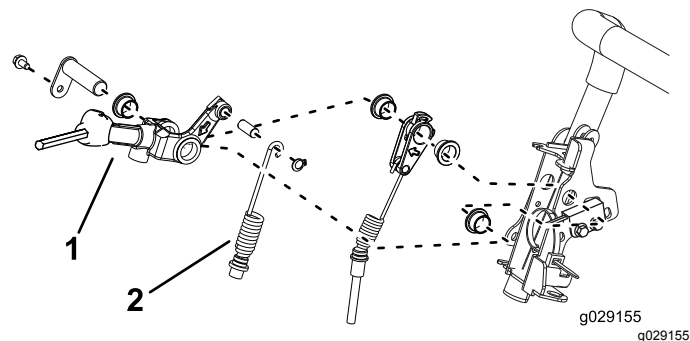

Figura 5
10. Togliete la leva e il cavo di trazione dalla staffa di trazione usata (**Figura 5**). Conservate tutta la bulloneria.